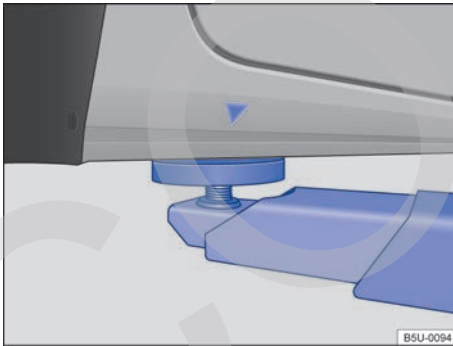
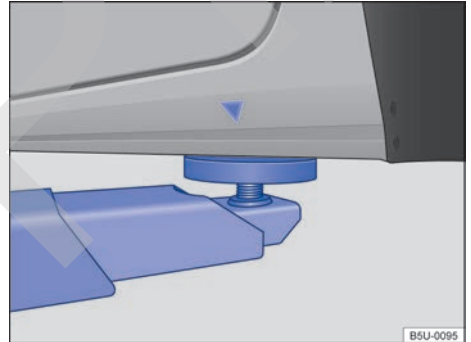

Fig. 148 Puntos de apoyo delanteros para la suspensión con plataforma elevadora o con gato.
Fig. 149 Puntos de apoyo traseros para la suspensión con plataforma elevadora o con gato.
El vehículo debe ser suspendido solamente por los puntos indicados en las figuras → fig. 148 y → fig. 149. Si el vehículo no está suspendido por los puntos indicados, pueden ocurrir daños en el vehículo → **ⓘ** y lesiones graves → **⚠**.
- Suspender el vehículo solamente por los puntos indicados en las figuras → fig. 148 y → fig. 149. Si el vehículo no es suspendido por los puntos indicados, puede caer de la plataforma elevadora cuando, por ejemplo, se desmonta el motor o la suspensión.